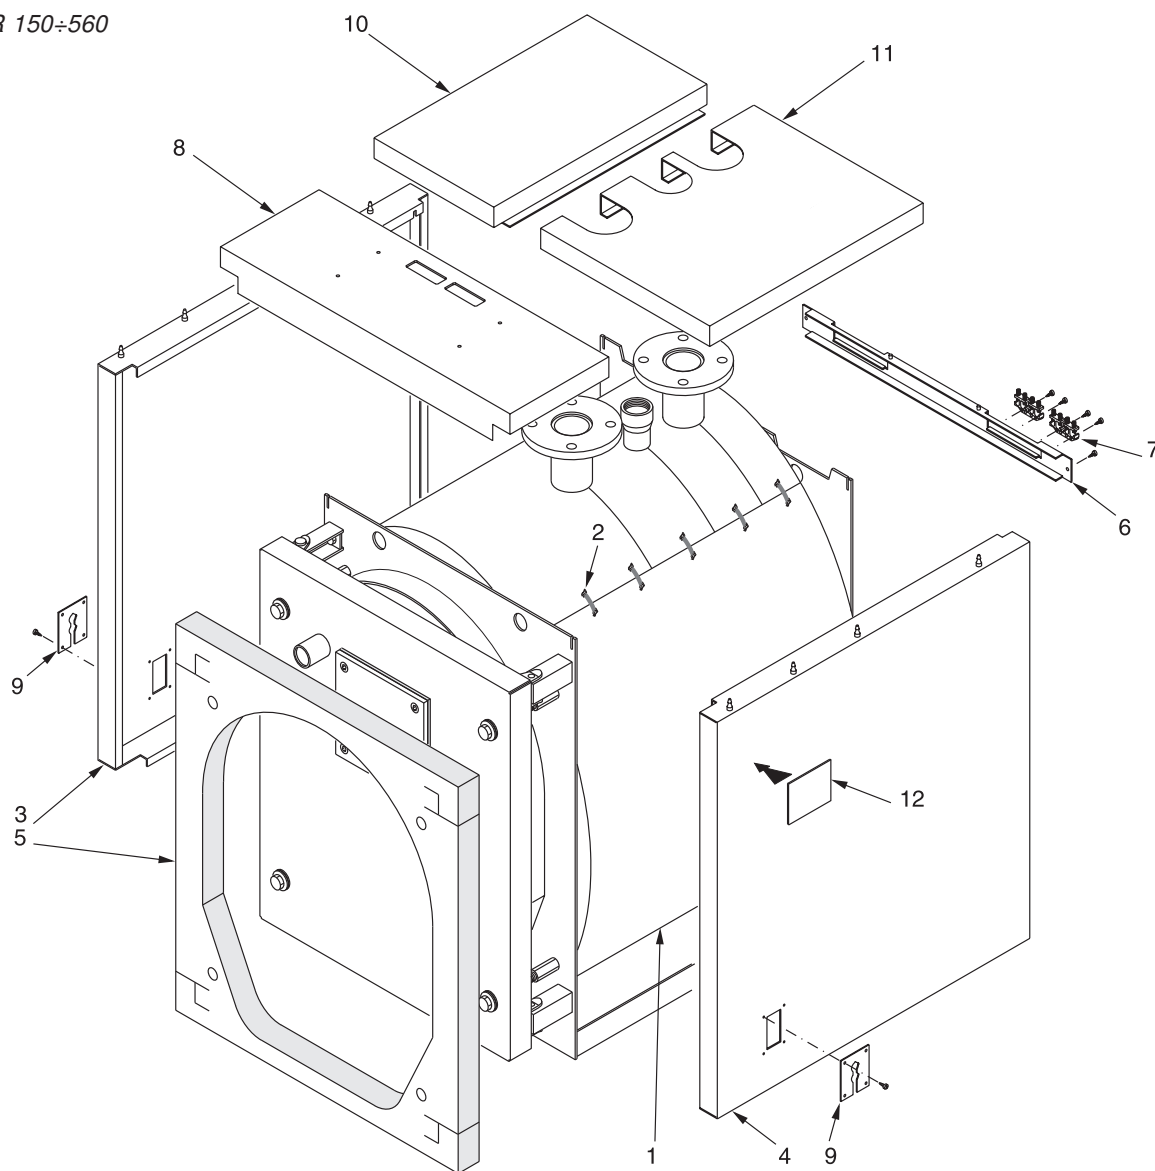
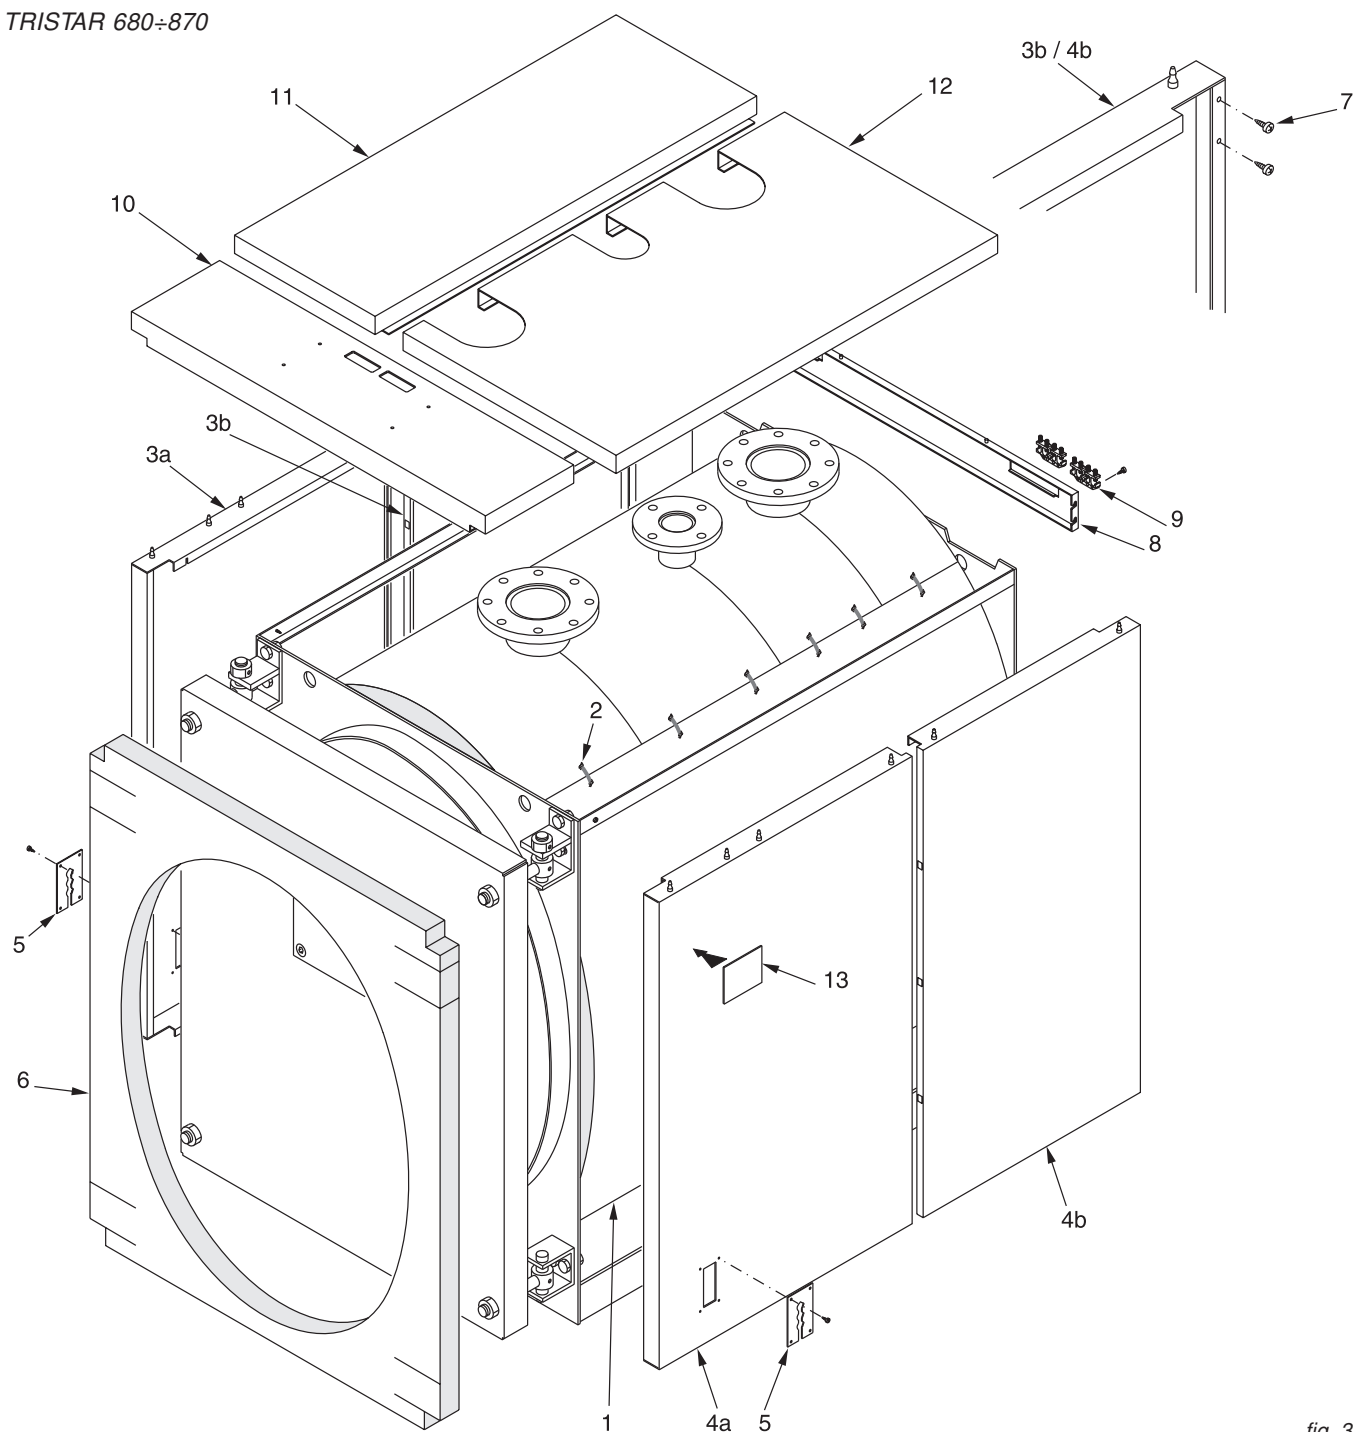

fig. 29
fig. 31
**N.B.** Per il modello **TST 560** (rif. fig. 29 e 30), per i modelli compresi tra **TST 680** e **TST 870** (rif. fig. 31 e 30) e per i modelli compresi tra **TST 1000** e **TST 2000** (rif. fig. 32 e 35), il mantello e l'isolamento sono contenuti in 3 imballi marcati:
### Sequenza di montaggio (Rif. fig. 29)
## Sequenza di montaggio (Rif. fig. 31)